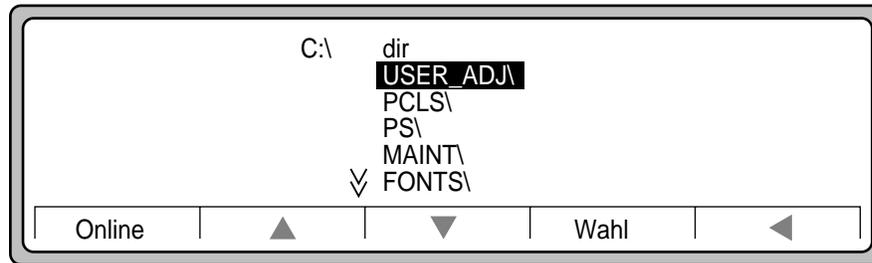

Abbildung 2-93 Untermenü DateienC
4. Verwenden Sie in dem Untermenü **DateienC** (siehe Abbildung 2-93) den **Abwärtspfeil**, um die Option **USER_ADJ** hervorzuheben, und drücken Sie anschließend **Wahl**.